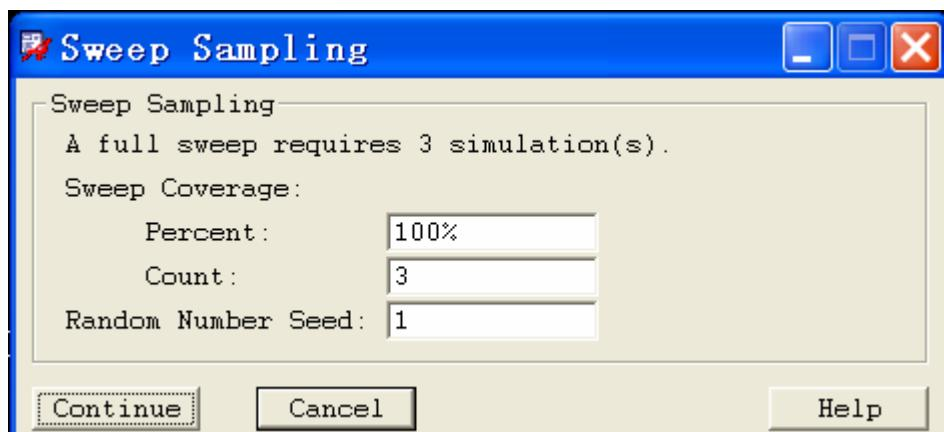

图 3-29 Sweep Sampling 窗口
5、点击“Continue”进行仿真。仿真结果将在 Result 表单中以表格的形式报告，如图 3-29 所示。也可以观察波形，在相应行中单击右键执行 View Waveform 命令启动 Sigwave 窗口。